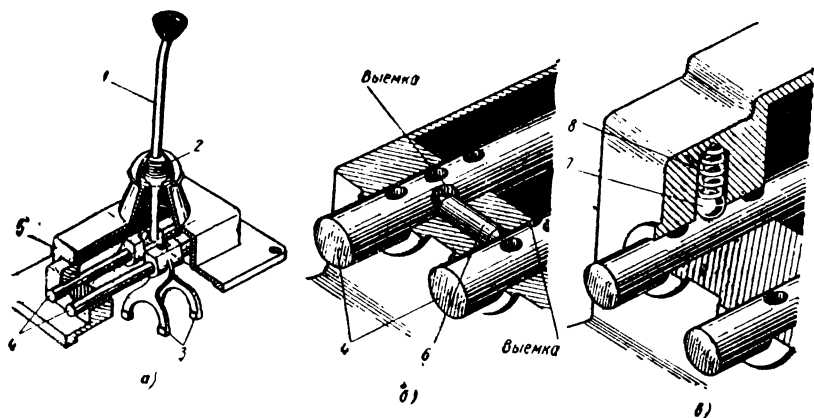

Рис. 32
V. Какой механизм управления коробкой передач (с дистанционным или ручным переключением) изображен на рис. 32?
VI. Какие детали механизма переключения передач обозначены цифрами 1, 2, 3 на рис. 32а?
VII. Какими цифрами на рис. 32а обозначены ползуны и крышка коробки передач?
VIII. Как называют деталь 6 (рис. 32б) между ползунами 4? Для чего эта деталь служит?
Х. Как называется деталь, обозначенная цифрами 7 и 8 на рис. 32в? Какую роль выполняет эта деталь в механизме переключения передач?